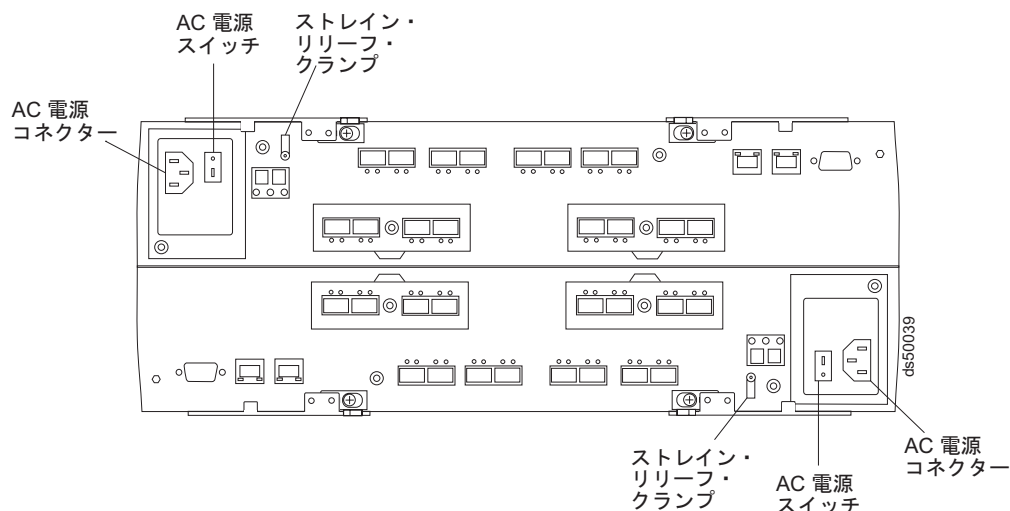

図 88. AC 電源スイッチと AC 電源コネクタ
2. 各ストレージ・サブシステムのすべての電源スイッチおよびキャビネット内のストレージ拡張エンクロージャーの電源スイッチをまだオフにしていない場合は、ここでオフにします。136 ページの図 88 に、ストレージ・サブシステムの電源スイッチとコネクターの位置を示します。